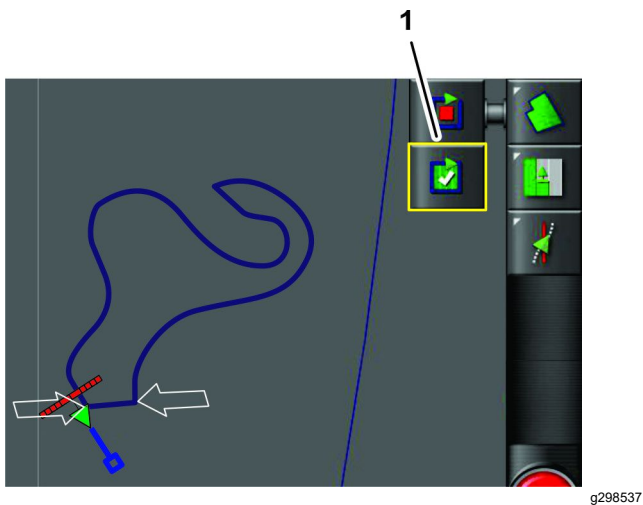

Figura 45
2. Pressione o ícone COMPLETAR DEMARCAÇÃO DO LIMITE DO CAMPO (Figura 45).